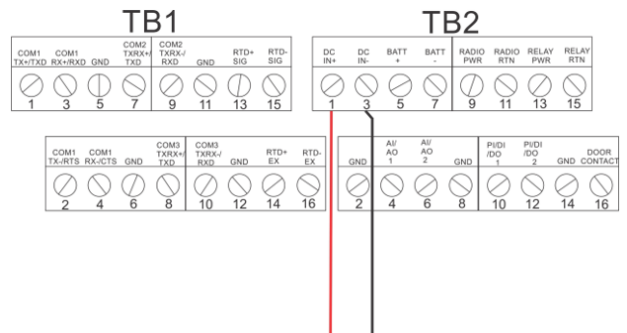

图8. 接线至直流电源
- 将每条裸露的线头插入适当的连接器，并固定电线（请参考图8）。